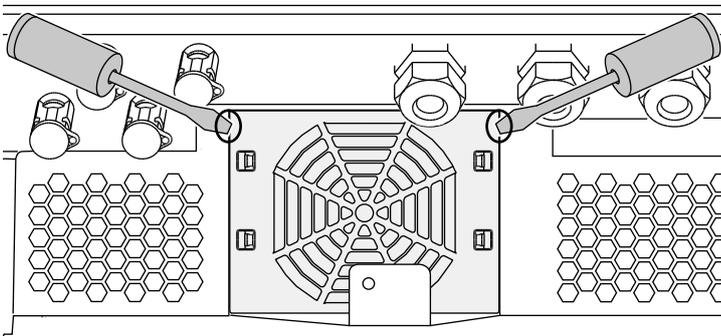

Fig. 60 : démontage de la grille du ventilateur
2. Démontez le ventilateur. Pour cela, insérez un tournevis sur le bord de la grille du ventilateur, puis exercez une légère pression. ↗ Fig. 60